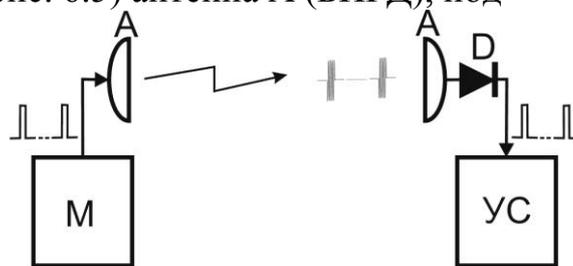
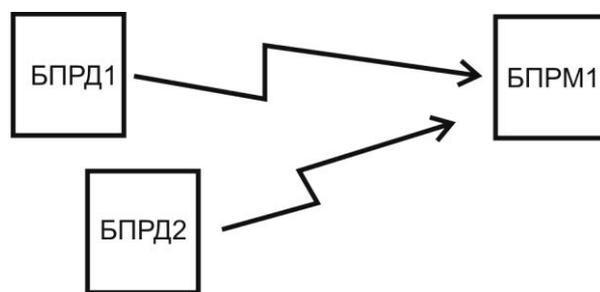

Рис. 6.5
Рис. 6.6
6.2.4.3 При синхронизации по радиолучу (см. рис. 6.5) антенна А (БПРД), под управлением модулятора М, излучает в направлении антенны А (БПРМ) радиоимпульсы. Радиоимпульсы с выхода антенны А (БПРМ) поступают на детектор D, с выхода которого – на узел синхронизации УС. УС определяет их положение во времени и пропускает в узкие «временные ворота» для обработки и принятия решений. К недостаткам данного вида синхронизации можно отнести: 1) теоретическую возможность блокирования обнаружительной функции извещателя специальными радиоустройствами; 2) сложность правильной идентификации «собственного» БПРД1 (см. рис.6.6) при «засветке чужим», рядом или ближе установленным, БПРД2.